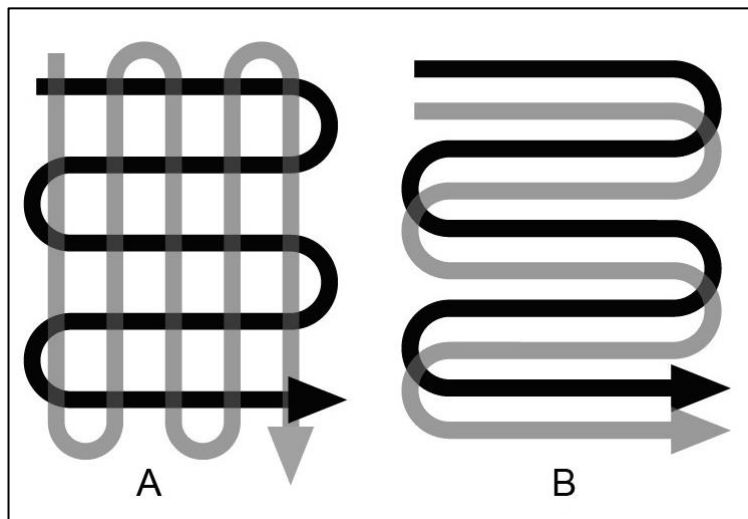

Fig.9
- Per la preparazione di un semenzaio, si consiglia di utilizzare uno degli schemi di coltivazione mostrati nella Fig. 9.